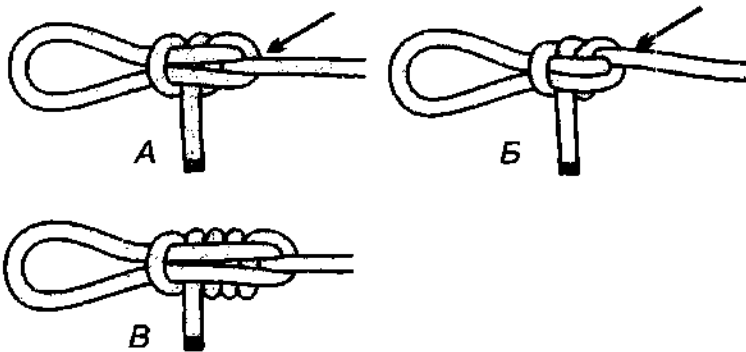

Рис. 185. А – совершенная петля со шлагом; Б – строповая петля со шлагом; В – совершенная петля с тремя шлагами.
*Совершенная петля* станет крепче и менее тугой, если связать её с большим количеством шлагов (рис. 185 А, В). Дополнительные шлагы меняют свойства узла в лучшую сторону, а именно, узел становится не только более крепкий и надёжный, но самое главное, он легко и быстро может быть развязан. Такую «облагороженную» *совершенную петлю* уже можно вязать и на более толстых верёвках. С
время завязывания петли, первый шлаг необходимо оставлять большего размера, так как из него формируется рабочая петля. При завязывании узла шлаги кладутся вплотную друг к другу. В узле может быть до 8 шлагов. *Совершенная петля* со шлагами очень похожа на *строповую петлю* со шлагами (рис. 185 А, Б).